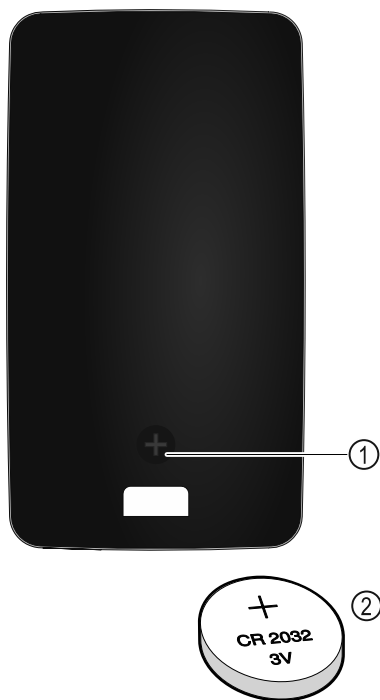

Fig. 149
Napájení dálkového ovládání proudem probíhá pomocí baterie typu CR 2032 na 3 V Fig. 149 (2), jakou lze běžně obdržet v dané prodejně.
- ▶ Vyšroubujte šroubek Fig. 149 (1) na zadní straně dálkového ovládání.